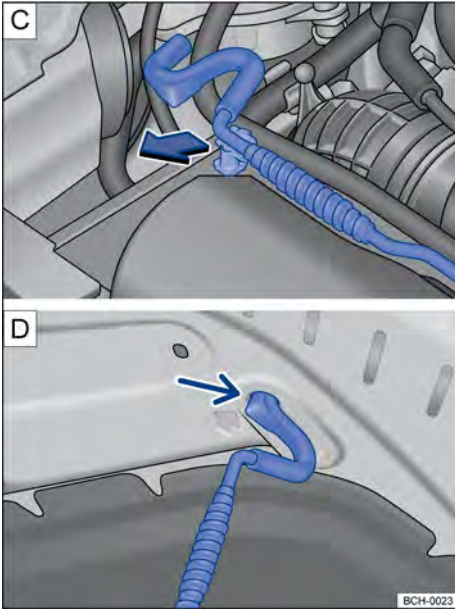

Fig. 188 [C] Varilla de sujeción de la tapa del compartimento del motor. [D] Tapa del compartimento del motor apoyada en la varilla de sujeción.
- Retirar la varilla de sujeción del soporte en el sentido de la flecha → fig. 188 [C] y posicionarla en el hueco de paso del capó delantero → fig. 188 [D].
- Retirar la varilla de sujeción del orificio → fig. 188 [D] y encajarla en el portacierre → fig. 188 [C].